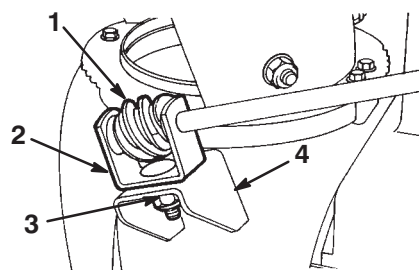

Figure 12
2. Enduisez la vis sans fin de graisse universelle N° 2 (Fig. 12).
3. Montez la vis sans fin et l'étrier sur le support prévu, de manière lâche, à l'aide d'un boulon, d'une rondelle pyramidale et d'un contre-écrou, comme illustré dans la Figure 12.
4. Glissez la vis sans fin dans les dents de la couronne de l'éjecteur et serrez l'écrou (Fig. 12).